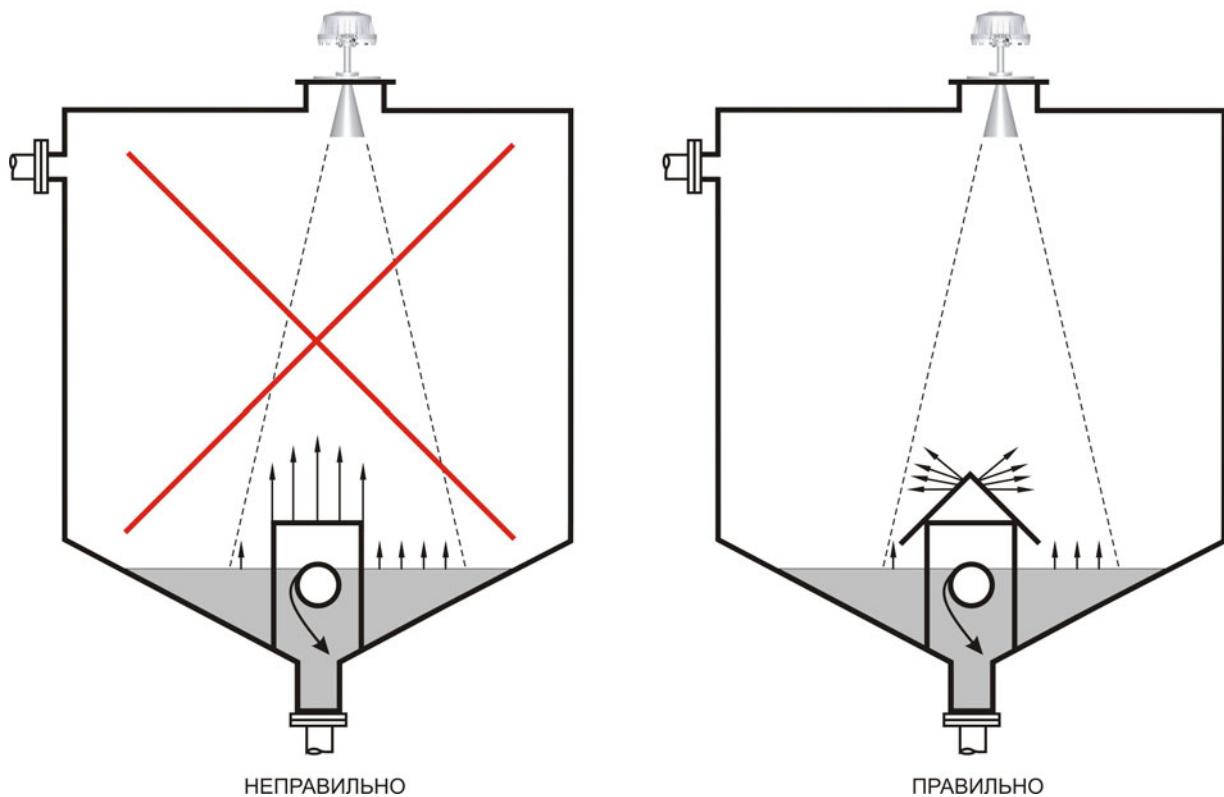

Рисунок 17 – Установка прибора при наличии в резервуаре устройства отбора
– если в резервуаре имеется устройство отбора, выступающее над поверхностью продукта при малых уровнях заполнения, то на это устройство необходимо установить экран, который снижает интенсивность отраженного от него радиосигнала, рисунок 17;